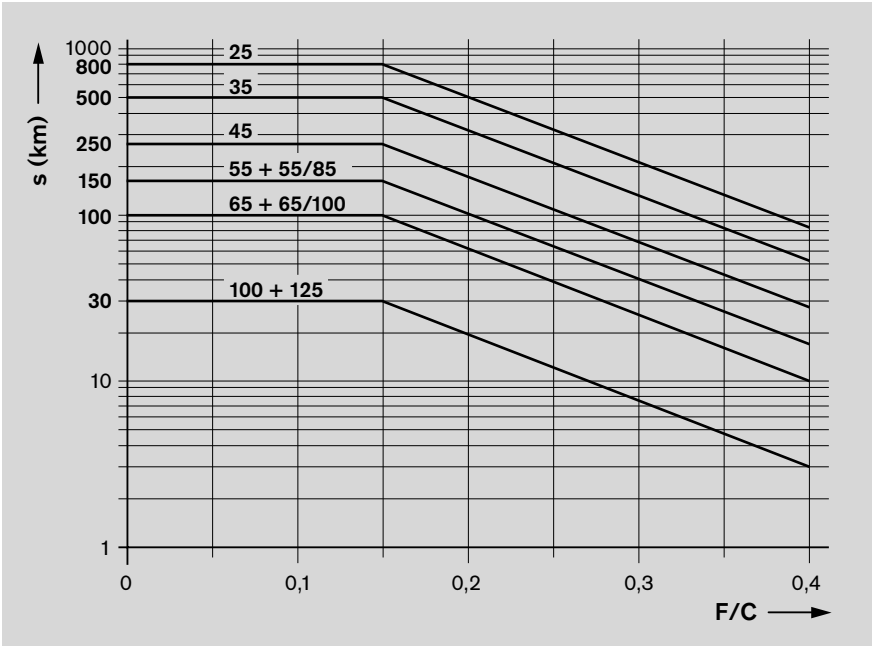

图 5
- 当达到图 5 中所给的补充润滑周期时，注入表 3 中的补充润滑量。
- 当达到图 5 中所给的补充润滑周期时，给每个润滑接口注入表 4 中的补充润滑量。